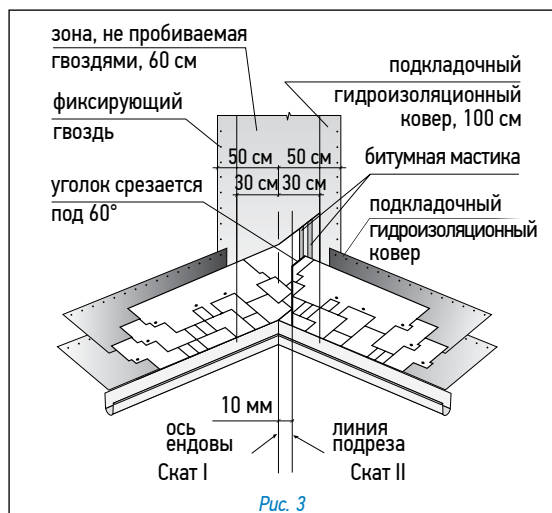

Рис. 3
Ендова (рис. 3)
- лист, подходящий к ендове со ската II, должен доходить до линии подрезки и обрезаться по ней. Верхний уголок обрезанного края листа подрезается под углом 60° (5 × 3 см — рис. 3);